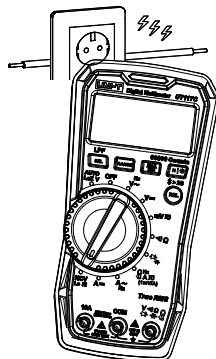

Figura 11
10. Detección de voltaje de AC sin contacto (NCV) (Figura 11)